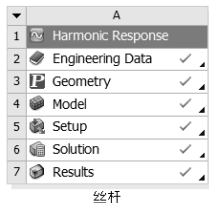

图 7-95 项目分析完成
Step1 :单击 Mechanical 界面右上角的 按钮,退出 Mechanical,返回 Workbench 主界面。此时主界面的项目管理区中显示的分析项目均已完成,如图 7-95 所示。